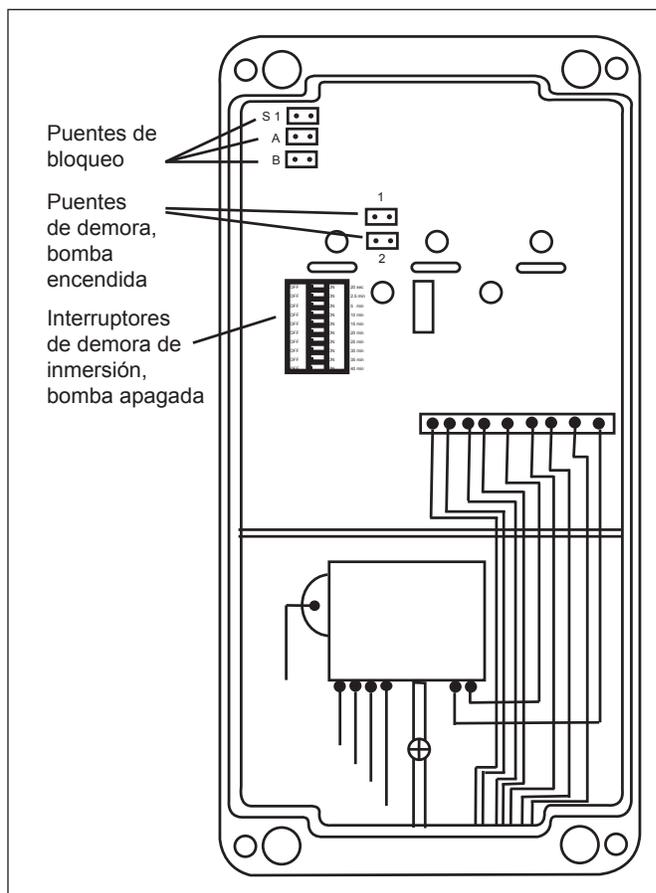

Figura 13. Puentes e interruptores de inmersión
Los puentes están ubicados en la parte superior izquierda del tablero de circuitos. Véase Figura 13.
Los puentes están ubicados entre las luces superiores izquierdas y las del controlador del centro en el tablero de circuitos. Véase Figura 13.
Los interruptores de inmersión están ubicados debajo de la luz superior izquierda del controlador en el tablero de circuitos. Véase Figura 13.
4. Verifique que los puentes 1 y 2 estén instalados en el panel de circuitos de control. Véase Figura 13, página 14.
5. Reemplace la cubierta superior y asegúrese de que las cinco (5) lucecitas queden bien alineadas con las lentes plásticas de la cubierta. Coloque la cubierta superior sobre la caja de control con los tres (3) tornillos. **No los apriete demasiado.**